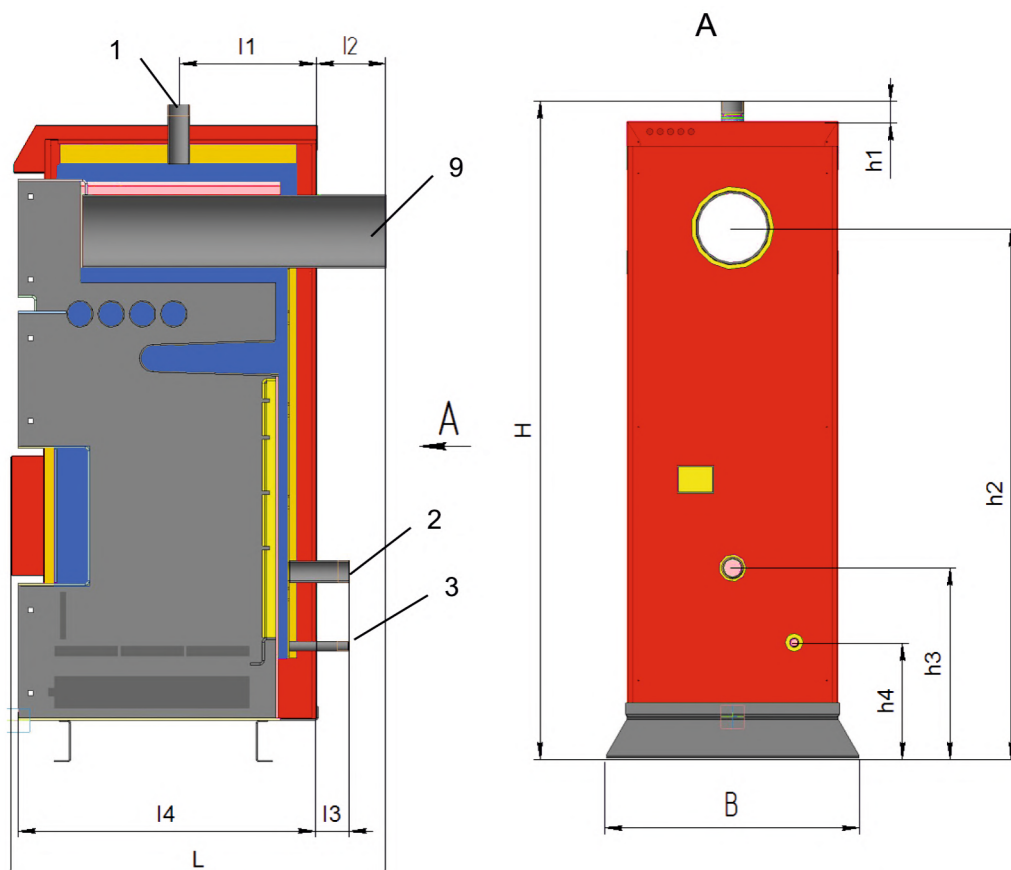

Рисунок 1 - Габаритные и присоединительные размеры Котлов моделей П-10+95
Габаритные (максимальный габарит) и присоединительные размеры Котла (см. рис.1), мм:
Котел (рис.1, 2, 3) представляет собой стальной сварной теплоизолированный каркас, обшитый снаружи съемной декоративной облицовкой, все вместе образующие собой корпус, и устанавливаемый на собственных опорах (16). Внутреннее пространство имеет сложную конфигурацию, включает в своем составе трубчатый теплообменник (14), предназначенный для циркулирования теплоносителя (воды), листовые детали, образующие вместе со стенками каркаса камеру сжигания, воздухоподводящие каналы (на рисунке не показаны), систему дымоудаления из Котла (9). Внутри каркаса в нижней части расположены устройства: колосниковая решетка для размещения топлива (15), зольный ящик (5) для сбора и удаления золы. Снаружи Котел имеет дверцы (11,12,13) с назначением согласно рисунку 3, патрубки для подсоединения к трубопроводам водяного контура системы отопления (1,2), патрубок для опорожнения теплообменника (3), штуцер для установки тягорегулятора (17), штуцер для установки термодатчика (19), дутьевой электровентилятор, штуцера для подключения ТЭНа, тягорегулятора. Выход дымохода размещен на задней стенке Котла; выходная труба снабжена шиберной заслонкой.